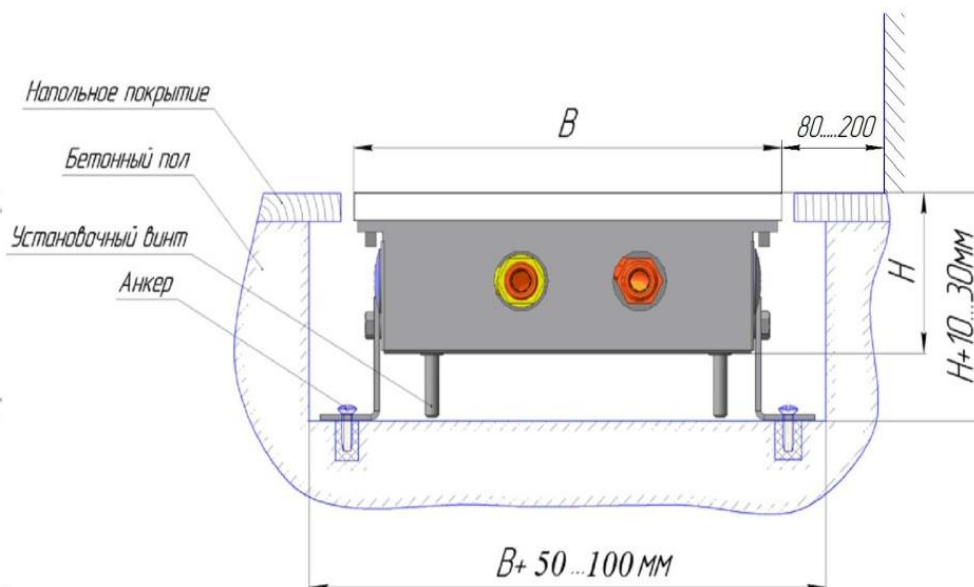

Рисунок 2. Установочные размеры.
7.5. Корпус конвектора должен быть установлен строго горизонтально в выполненной в полу нише, глубина и ширина которой зависит от высоты и ширины корпуса (см. рис. 2.): высота ниши должна быть равна высоте корпуса конвектора плюс 10...30 мм; ширина ниши должна равняться ширине конвектора плюс 50...100мм; рекомендуемое расстояние от стены составляет 80...200 мм.